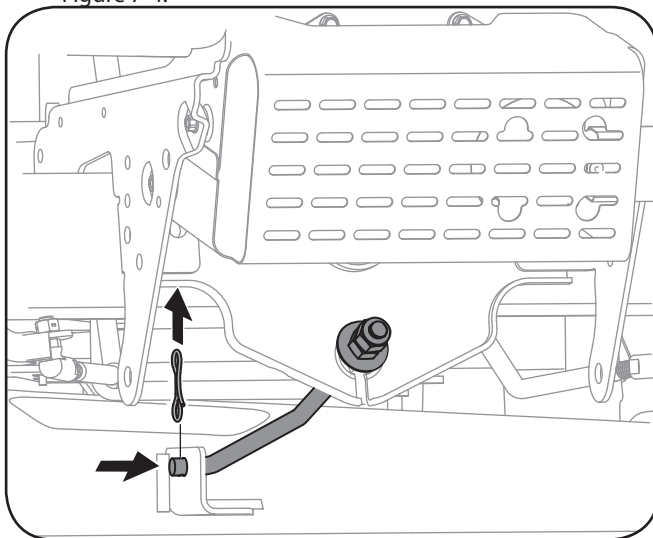

Figure 7-4
**Sur les plateaux de coupe de 42 po et 46 po :** Retirez la goupille fendue fixant la tige de stabilisateur au plateau de coupe. Glissez la tige de relevage du plateau de coupe du support soudé sur le plateau de coupe comme illustré à la Figure 7-4.